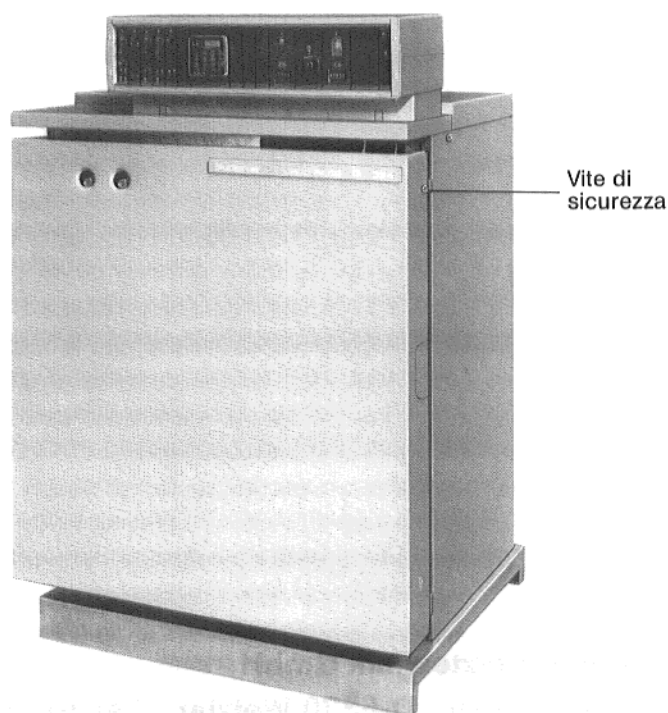

Fig. 13 - Figura esplicativa
2. Avvitare le viti di sicurezza laterali, sopra a destra ed a sinistra (Fig. 13).
3. Fissare il portadocumenti trasparente con due viti a corredo, al pannello laterale che ne permette la migliore visibilità (Fig. 13).